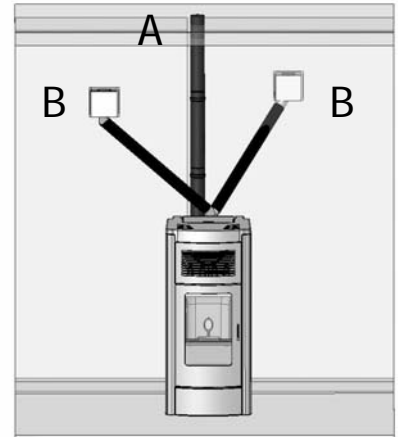

Abbildung 6 – Luftaustrittsanlage von vorn gesehen
Im Beispiel von Abbildung 6 und 7 (Vorder- und Rückansicht) hat die Kanalisierung der Luft die gleiche Länge, insgesamt 8 Meter, d.h. die Leitungen (B) besitzen eine Länge von jeweils ungefähr 4 Metern. Bei einer Kanalisierung mit unterschiedlichen Längen darf die Gesamtlänge niemals mehr als 8 Meter betragen (Beispiel 3 + 5 Meter). In diesem Fall breitet sich die Wärme in den Zimmern ungleichmäßig aus.